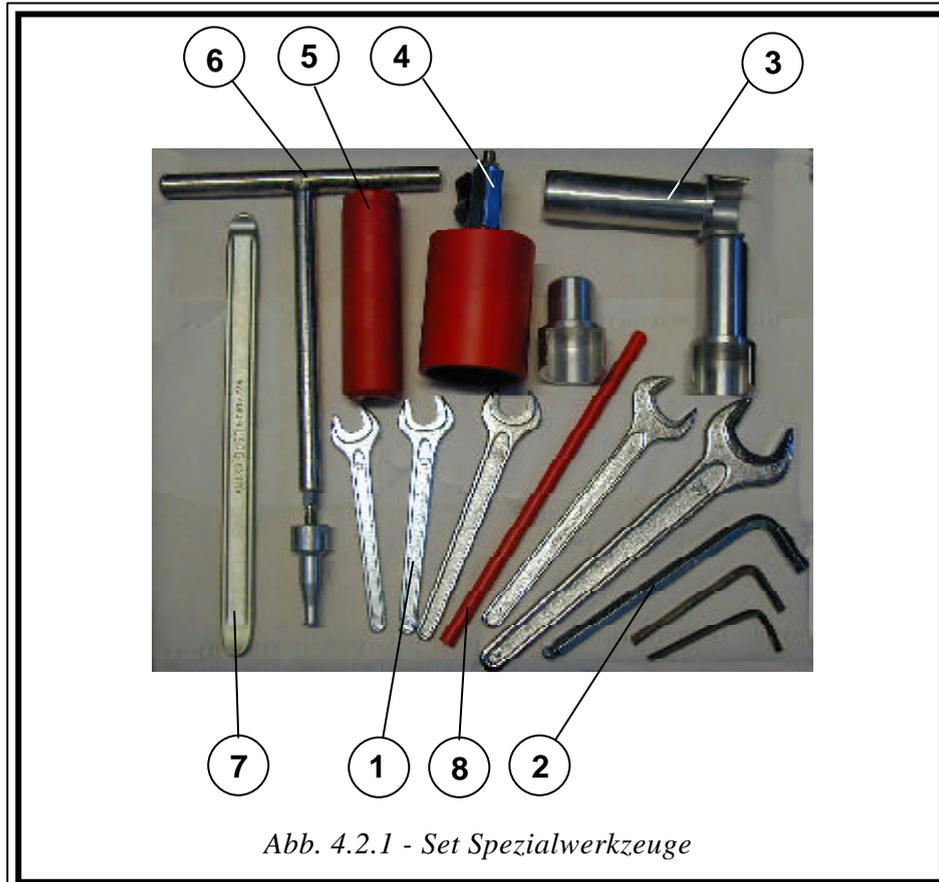

Abb. 4.2.1 - Set Spezialwerkzeuge
- Den Kit zur Ausziehung der Kolben „3“, Fig.4.2.1. Der Kit besteht aus einer Serie von Verlängerungen.
- Siehe Fig. 4.3.6, durch Benutzung des Einführers Rif. 5 Fig. 4.2.1, die verschiedenen Ringe welche aus der Dichtung CH „D“ bestehen in den Kopft 3-4 cm einführen.